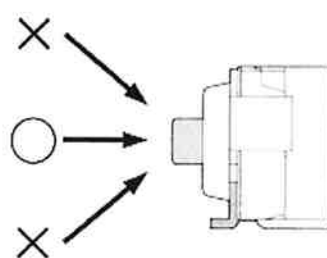

図1./Fig.1.
1. スイッチは正しく操作してください。斜め押しや位置ずれは思わぬ故障を引き起こす原因になりますので、ボタンの中心部を垂直に押ししてください。(図1.参照)
1. Operate the switch in a proper manner. Press the button straight and avoid pressing aslant. (Ref.Fig.1.)